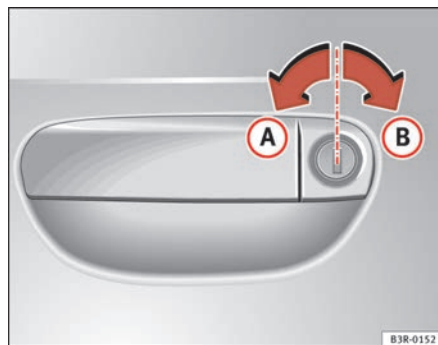

Fig. 70 Movimenti della chiave per aprire e chiudere
- Portare la chiave, nella serratura della porta del conducente, in posizione di apertura **(A)** ⇒ fig. 70, girandola verso sinistra.
- Girare verso destra la chiave nella serratura della porta del conducente in posizione di chiusura **(B)** ⇒ fig. 70 ⇒ ⚠.
Per fare ciò, portare la chiave, nella serratura della porta del conducente, **due volte** in rapida sequenza nella posizione di chiusura **(B)** ⇒ fig. 70.